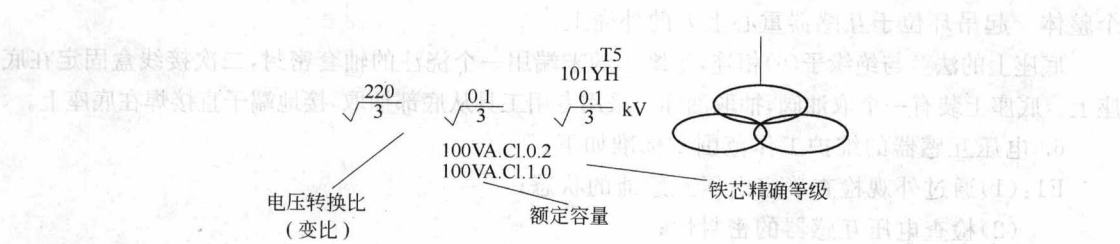

图 1-15 感应式电压互感器示意图
- 4. 感应式电压互感器的技术数据(见表 1-3,图 1-15)。